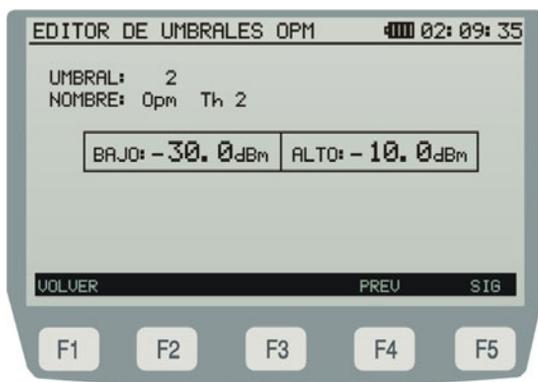

Figura 24.- Pantalla **EDITOR DE UMBRALES OPM.**
- [2] Representación gráfica de la potencia con indicador del umbral inferior y superior. Los valores **UMBRAL** son definibles por el usuario a través de la pantalla de edición de valores umbral (figura 24.-).